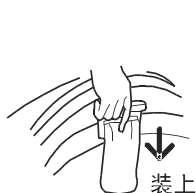

图1
1. 将线屑过滤器从上往下插到洗衣机的线屑过滤器安装处（如下图1）。